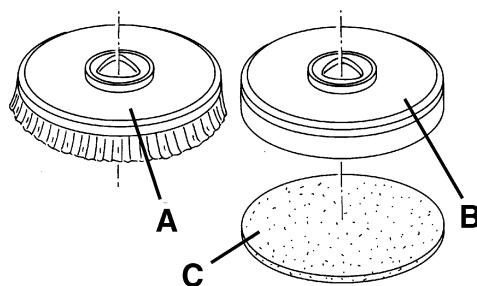

Рис. 2
1. В зависимости от типа планируемой очистки машину можно оснастить либо щетками (А, Рис. 2), либо держателями прокладок (В) с прокладками (С) вместе с соответствующей платформой.
2. Вставьте ключ зажигания (80) и поверните его в положение «I».
3. Переключите регулятор скорости (4) в положение холостого хода, повернув его против часовой стрелки.
4. Установите щетки (А) или держатели прокладок (В) под платформой (18).
5. Опустите платформу на щетки/держатели прокладок, нажав переключатель (71).
6. Надавите вперед рычаг (3), чтобы войти в зацепление с щетками/держателями прокладок, затем отпустите его. В случае необходимости, повторяйте эту процедуру, пока не удастся зацепить щетки/держатели прокладок.